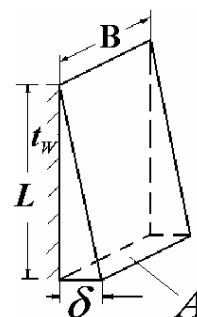

图 6.5 冷凝给热
在使用式 6-18、19 时，要注意：①物性  $\rho$ 、 $\mu$ 、 $\lambda$  是凝液的，而不是蒸汽的，因为热阻主要在液膜。② $Re < 2000$ ，Re 的确定。如图 6.5 所示